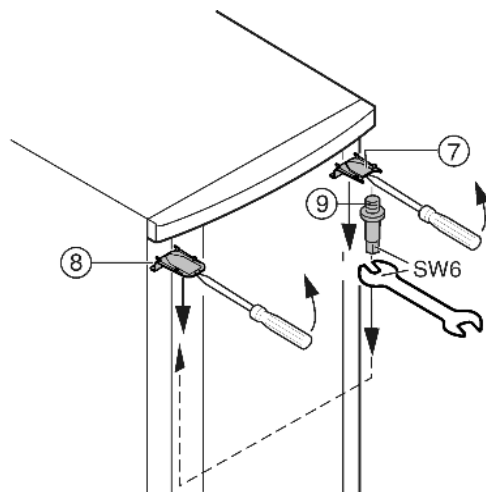

Fig. 8
- Forøven løsnes afdækning Fig. 8 (7) og afdækning Fig. 8 (8) foran med en skruetrækker og tages af i skråt nedadgående retning.
- Drej lejebolten Fig. 8 (9) ud og drej den fast ind (med 4 Nm) på den modsatte side..
- Montér atter afdækningen Fig. 8 (7) på lejebolten side: sæt i i bagkant, lad dem gå i hak foran.
- Montér afdækningen Fig. 8 (8) på den modsatte side: sæt i i bagkant, lad dem gå i hak foran.
- Hæng døren ind i lejebolten Fig. 8 (9) forøven.